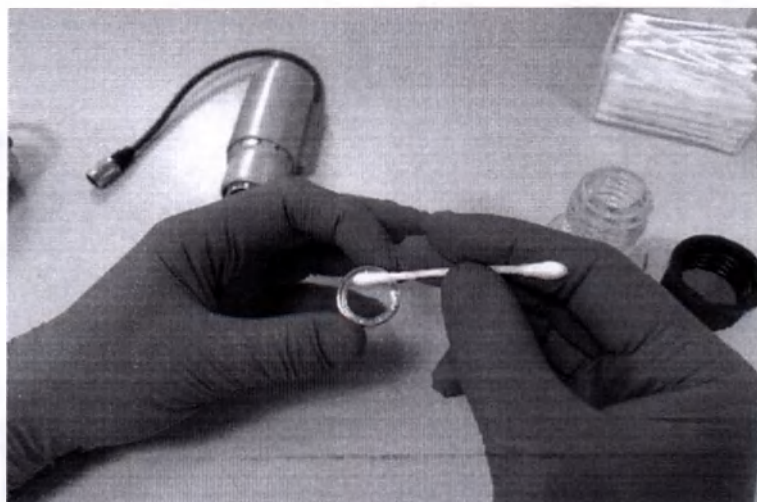

Рис.17.3 – Очистка защитного окна манипулы
17.4.3. Очистите защитное окно (см. Приложение А) смахивающими движения от одного края к другому, как показано на рис.17.3.